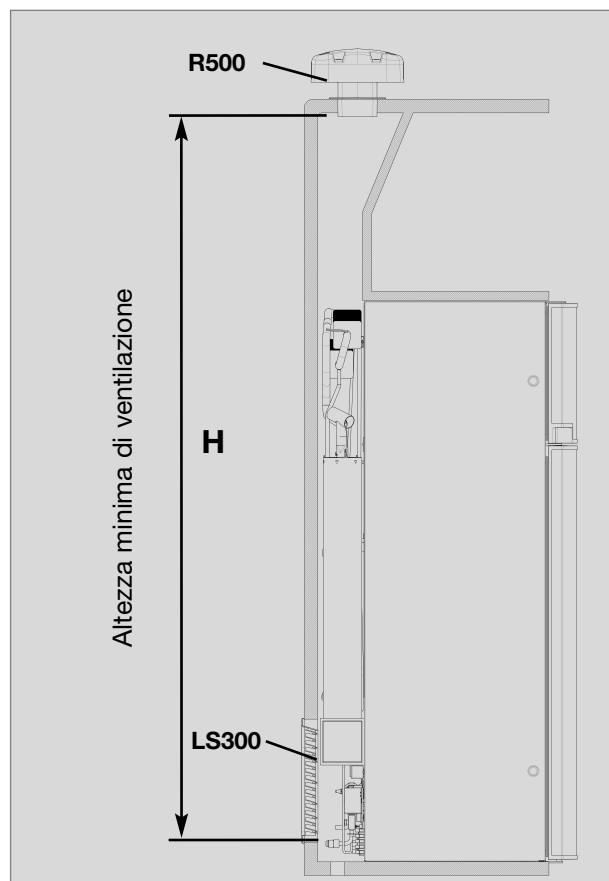
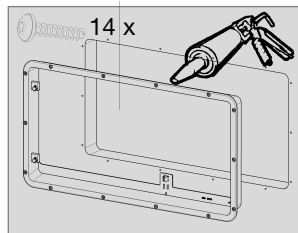

Fig. 13
Fig. 16
L'aerazione dell'aria avviene attraverso due aperture situate nella parete esterna del caravan. L'aria fresca entra dal basso e si convoglia riscaldata attraverso la grata di ventilazione superiore (effetto camino). **La grata di ventilazione superiore deve essere posta nel punto più alto possibile sopra il gruppo frigorifero (Fig. 13).** La grata di ventilazione inferiore deve essere collocata al livello del pavimento del vano (Fig. 16), permettendo che eventuali perdite di gas (più pesante dell'aria) possano fuoriuscire direttamente all'esterno. **Il bruciatore a gas deve trovarsi al di sopra del bordo (1).**